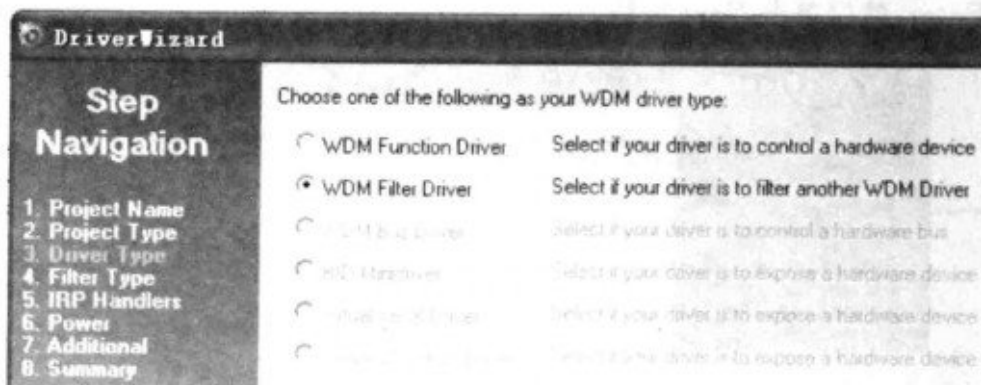

图 10.2.3 选择驱动的类型
(3) 选择驱动的类型。在选择驱动类型对话框中选择驱动类型为 WDM 过滤驱动(WDM Filter Driver), 然后单击 Next 按钮, 如图 10.2.3 所示。